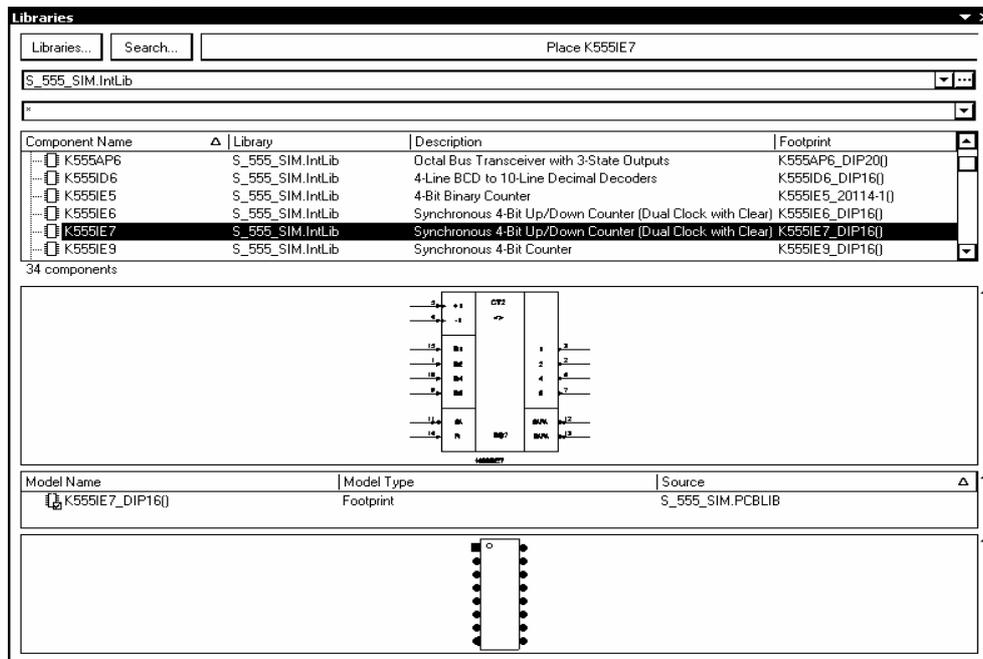
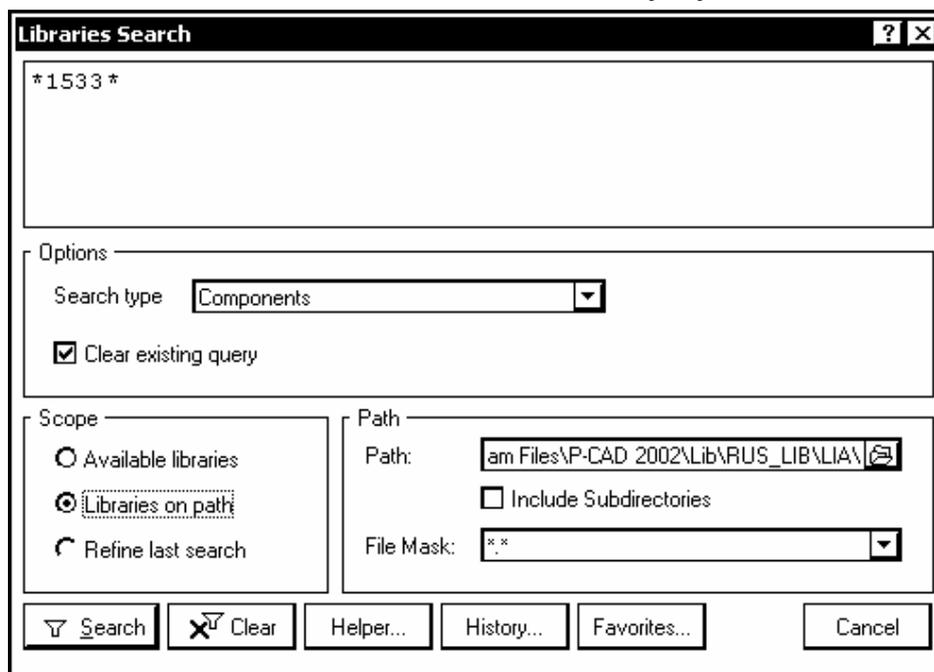

Рис. 3.24
Рис. 3.26
1. Активизировать закладку Libraries на краю рабочего окна программы или выполнить последовательность команд в главном меню: View>>Workspace Panels>>System>>Libraries. Активизируется плавающая панель Libraries (рис. 3.24).
1. Активизировать поиск кнопкой Search в панели Libraries (рис. 3.24). Открывается диалоговое окно Libraries Search (Рис. 3.26).
Результаты поиска отображаются в плавающей панели Libraries, в списке Query Results. Значки найденных компонентов отображаются в поле просмотра. Имя выбранного компонента появляется на кнопке Place в диалоговом окне рис. 3.24. Щелчком на Place компонент, в зависимости от выполняемой стадии проектирования, выносится на поле графического листа схемы или печатной платы, где может быть зафиксировано нужное число его копий.